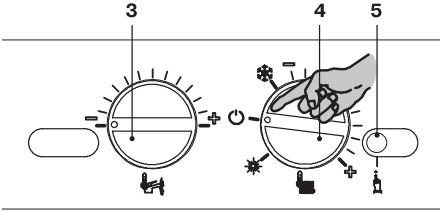

Рисунок 8.13
- Чтобы выйти из режима программирования, установите переключатель функций 4 в положение  (Рисунок 8.13) и выключите электропитание котла.